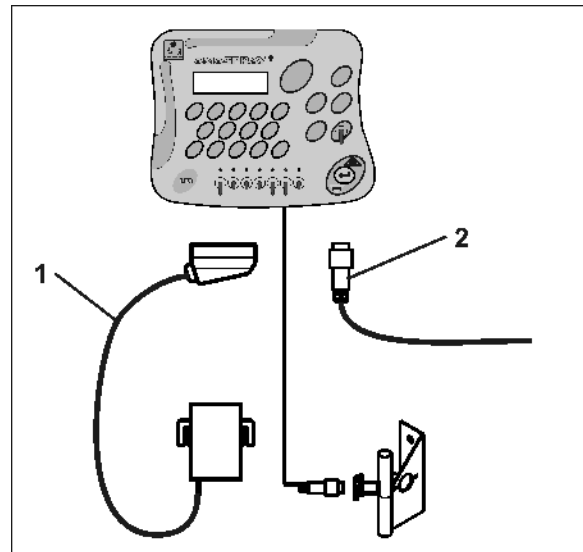

Bild 3
1. Anslut den monterade/påhängda maskinen på traktorn via redskapsdatorn (Bild 3/1).
Anslut signalkabeln från traktorns signaluttag eller från sensorn X (Bild 3/2) till AMASPRAY+.